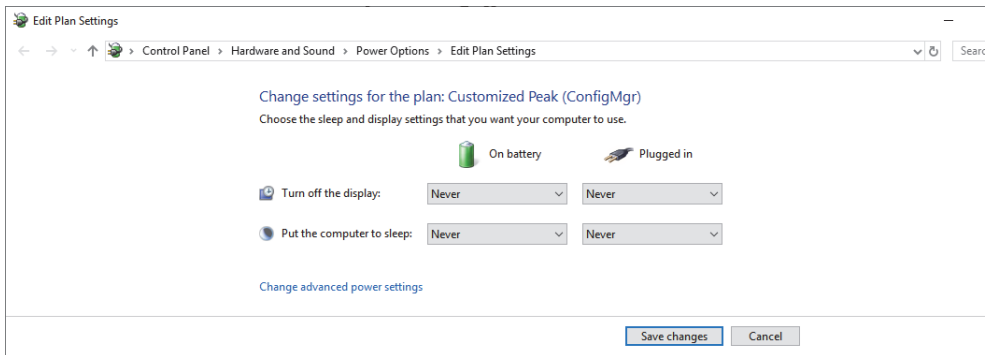

Figura 4-1 La finestra di dialogo Edit Plan Settings
- b) Nella finestra di dialogo **Edit Plan Settings** (Modifica combinazioni per il risparmio di energia) selezionare **Never** (Mai) per **Turn off the display** (Disattivazione schermo) e **Put the computer to sleep** (Sospensione computer) [Figura 4-1 a pagina 46].